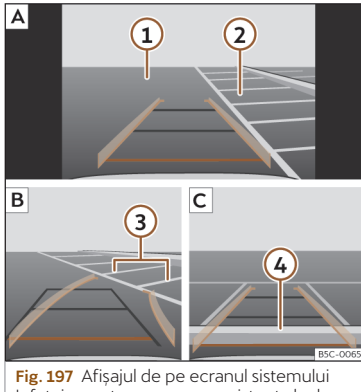

Fig. 197 Afîșajul de pe ecranul sistemului Infotainment: parcare cu asistența la deplasarea în marșarier.
Legenda pentru fig. 197:
- Amplasați automobilul în fața locului de parcare»» fig. 197 ② [A].
- Mergeți înapoi încet și rotiți volanul astfel încât liniile galbene să vă ghideze către locul de parcare. Liniile verzi și galbene trebuie să corespundă cu liniile de limitare laterală ③ [B].
- Opriiți automobilul când linia roșie a ajuns la limita din spate ④ [C].